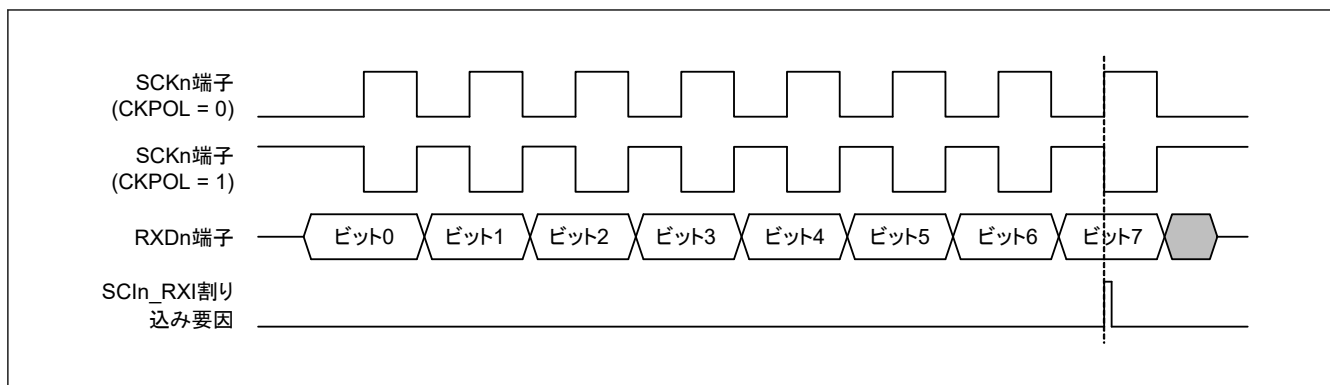

図 27.78 簡易 SPI モードにおける SCIIn_RXI 割り込みの発生タイミング (クロック遅れあり)
- クロック遅れあり (SPMR.CKPH ビット = 1) では、図 27.78 に示すように、SCK_n 端子の最終クロックエッジ手前のクロックエッジで受信データフル割り込み (SCI_n_RXI) が発生します。SCR レジスタの TE ビットと RE ビットを SCK_n 端子の最終クロックエッジより前に 0 にすると、SCK_n 端子出力がハイインピーダンスとなり、送受信クロックの最後のクロックパルス幅が短くなります。また、SCI_n_RXI 割り込みの発生によって、SCK_n 端子の最終クロックエッジより前に接続先スレーブの SS_n 端子入力信号が High になった場合、スレーブが誤動作する可能性があります。